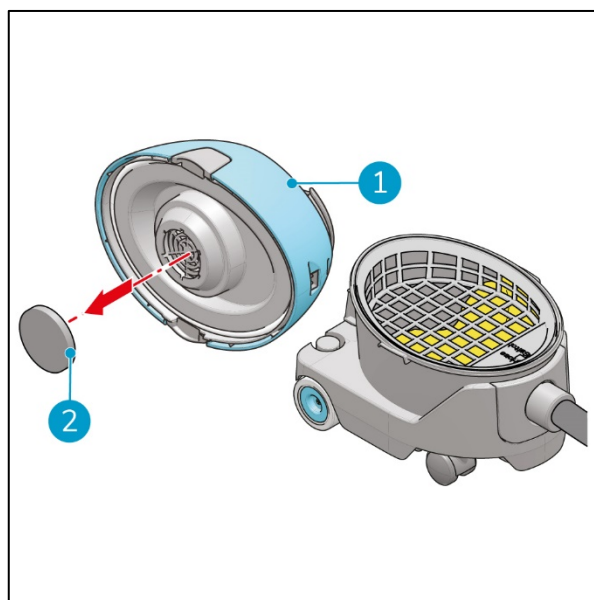

Figura 19
4. Posizionare la parte superiore su una superficie piana (Figura 19, pos 1).
5. Rimuovere il vecchio filtro del motore (Figura 19, pos 2).
6. Posizionare il nuovo filtro del motore (Figura 19, pos 2).